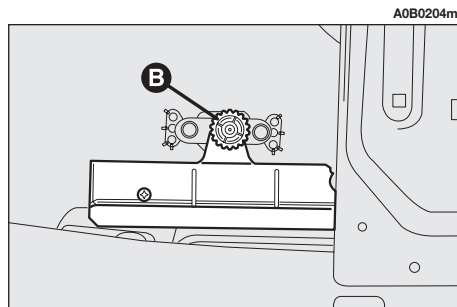

fig. 49
- Dévisser le pommeau (**B-fig. 49**), et sortir le groupe complet.